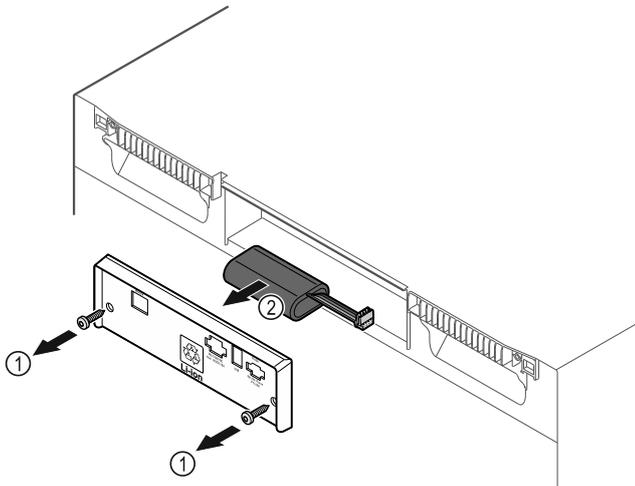

Fig. 235
- Svitare le viti e rimuovere il coperchio sul retro dell'apparecchiatura Fig. 235 (1).
- Scollegare e rimuovere la batteria Fig. 235 (2).